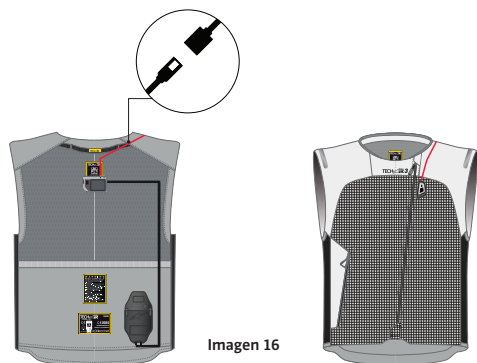

Imagen 16
1. Acceda a la unidad de control electrónico (3) del bolsillo situado en la parte posterior del Sistema. Para acceder al bolsillo, abra el chaleco utilizando la cremallera y los velcros de la parte interior del chaleco.
2. Desconecte el cable que alimenta el visualizador LED (2), indicado en la Imagen 16.